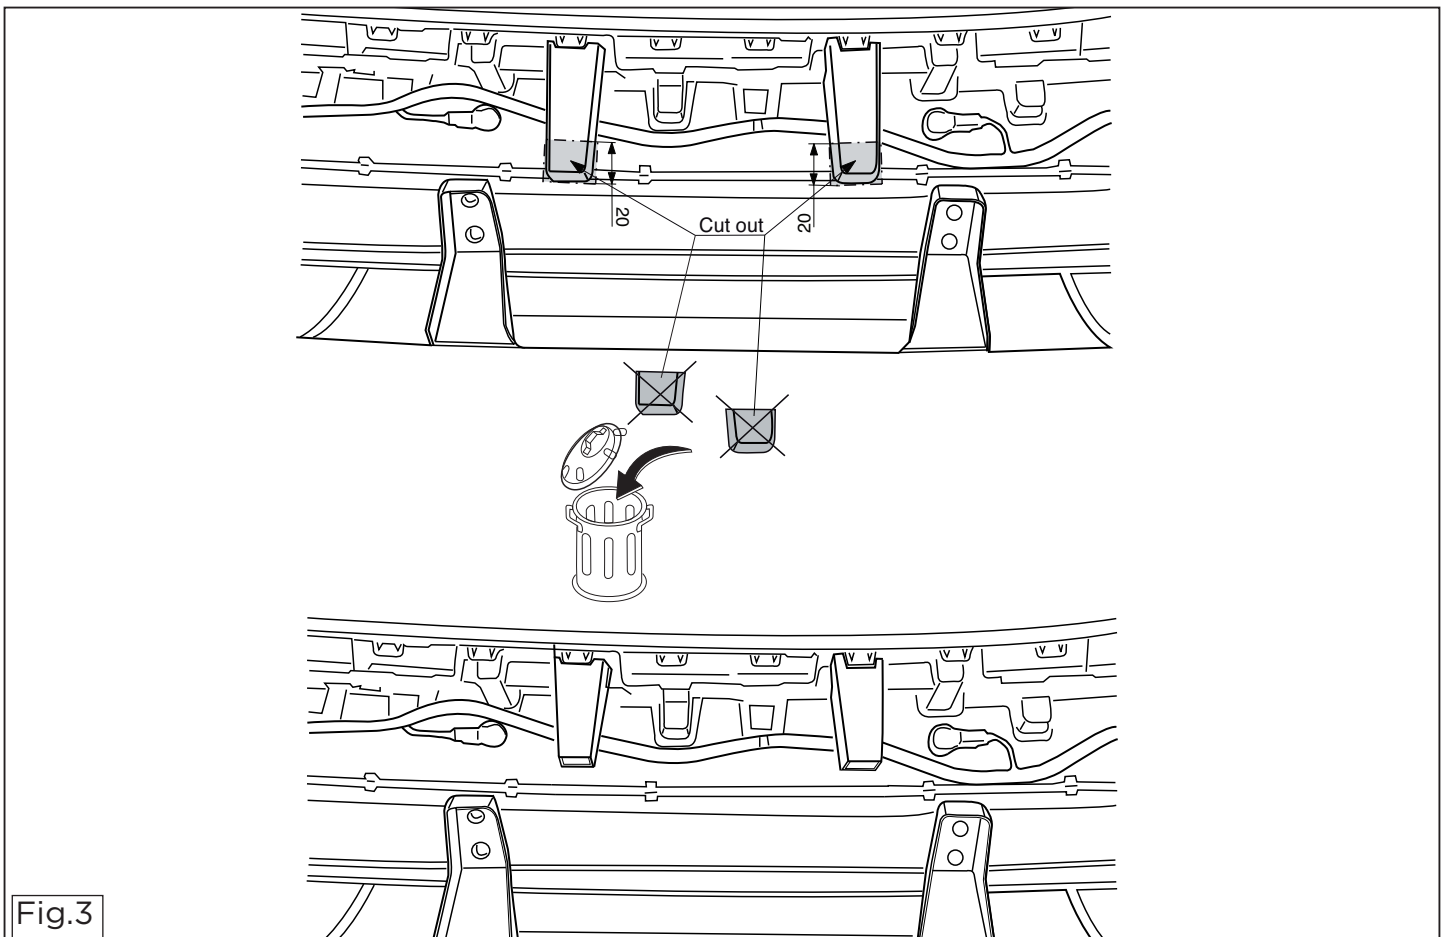

Fig.3
10. Gemäß Fig. 3. die angegebenen Stücke aus der Stoßstangeninnenverkleidung heraussägen.
10. Scier les parties de la garniture du pare-chocs comme indiqué sur les fig.3.
10. Såga de markerade delarna ur stötfångaren innanmätet.. Se fig. 3.
10. Sav ifølge fig. 3 de markerede dele ud af kofangerinderstykket.
10. Serrar las partes indicadas en las fig. 3 el armazón interior del parachoques.
10. Segare via dal l'anima del paraurti le parti indicate nelle fig. 3.
10. Stosując się do rys. 3. wyciąć zaznaczoną część z wewnętrznej strony zderzaka.